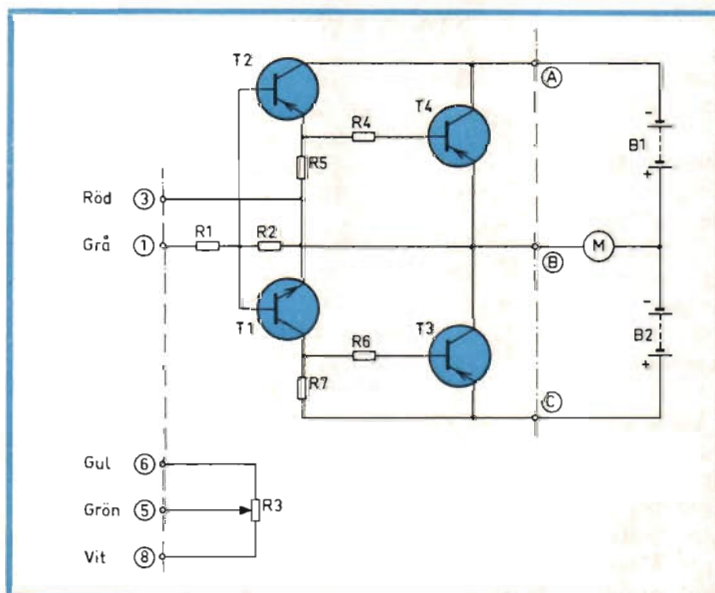
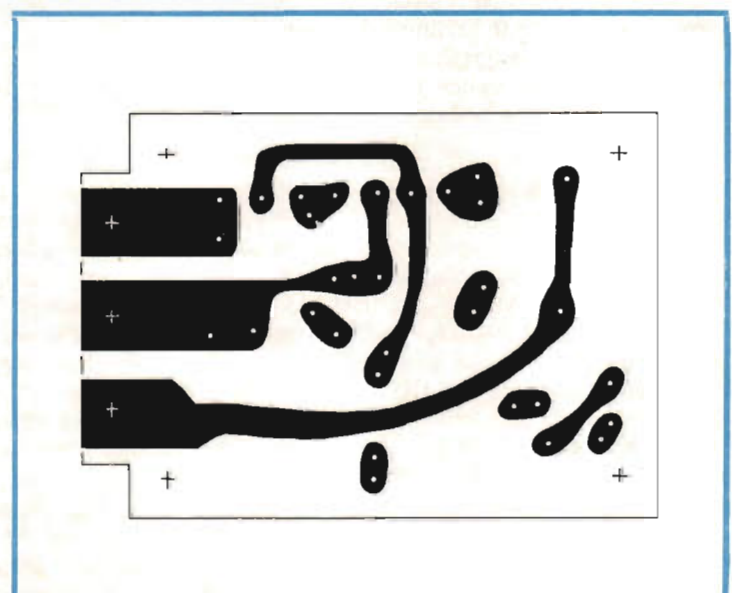
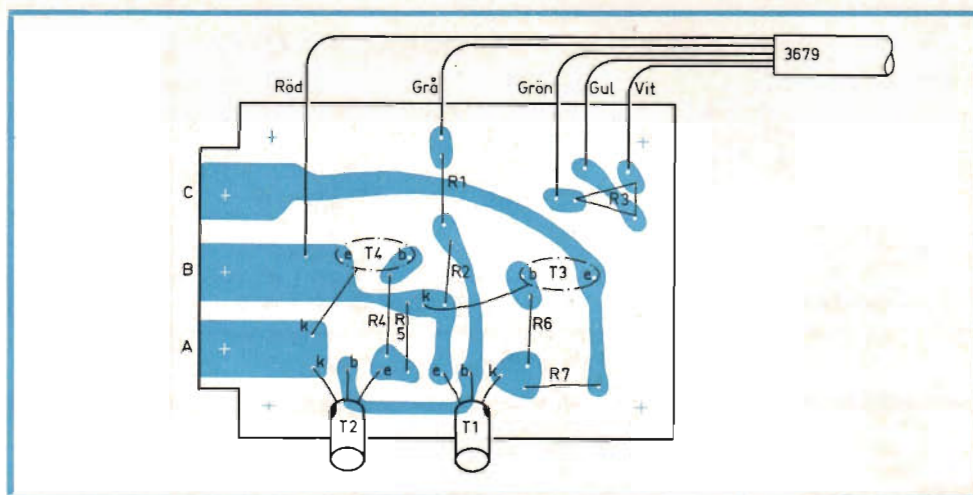

Fig 2. Pulsförstärkarens principschema.
Fig 3. Kretskortet sett från foliesidan i skala 1:1.
Fig 4. Komponentplaceringen.
*Fig 2* visar pulsförstärkarens principalschema. Kretskortet visas i *fig 3*, komponentplaceringen framgår av *fig 4*.